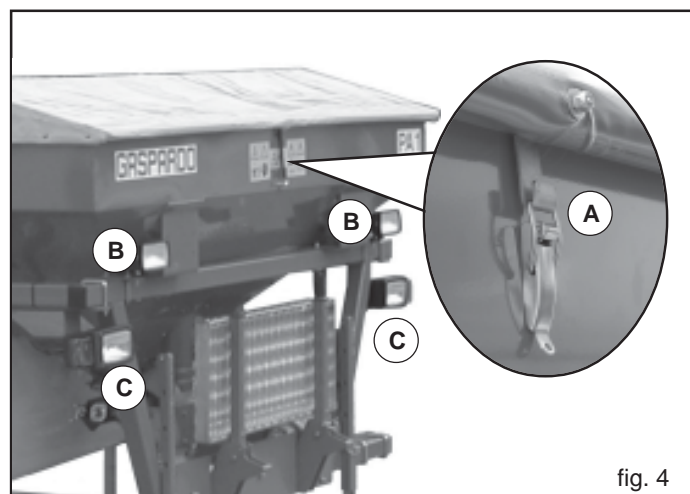

fig. 4
- 7) Efectúe los desplazamientos por carretera con todos los depósitos y tolvas vacíos y a una velocidad máxima de 25 km/h. Cerrar la tapa con el garfio (A, Fig. 4). Controlar las condiciones del garfio y se al caso sustituirlo.
- 10) Si las dimensiones de los aparatos cargados o semi- cargados no permiten la visibilidad de los dispositivos de indicación e iluminación de la motriz, dichos dispositivos deberán ser instalados adecuadamente sobre los aparatos en sí, ateniéndose a las normas del código del tránsito vigente en el País. Asegurarse, mientras viene utilizado, que la instalación de las luces se encuentre perfectamente en función. Todo los desplazamientos para carretera se efectúan con los faros (B, Fig. 4) apagados. Regulando los proyectores anabagliante (C, Fig. 4) según normas de circulación vigentes en el País.